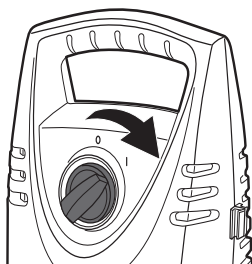

Рис. 17
- > Поверните выключатель (6) по часовой стрелке в положение включения (Вкл.), чтобы включить изделие (Рис. 17).